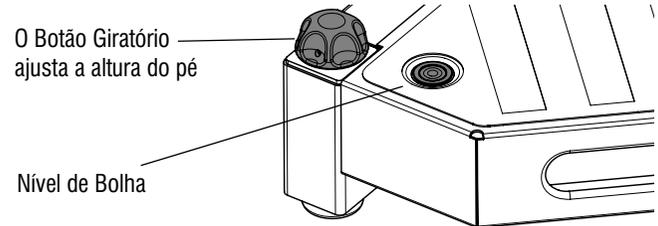

Figura 3-6. Vista detalhada do nível de bolha
A base da máquina consiste em duas rodas fixas e dois pés ajustáveis, para nivelar e estabilizar a base dentro de dois graus de nível da parte da frente para a parte de trás somente. Antes da operação, os pés ajustáveis devem ser engatados em um ponto onde a base fique nivelada de acordo com o nível de bolha (Figura 3-6.)
3. Gire os pés ajustáveis até que a bolha do nível esteja centralizada (consulte a Figura 3-6.)